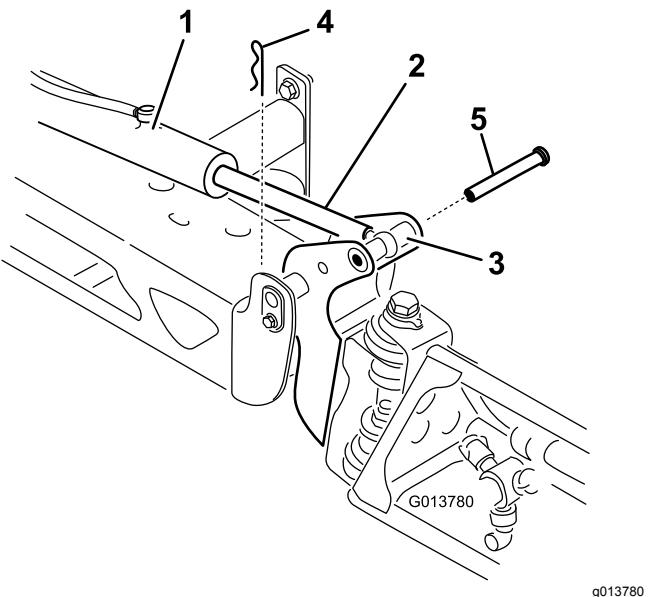

Figura 64
2. Retire el pasador de horquilla del pasador de giro (Figura 64).
3. Eleve el brazo, retire el pasador y baje lentamente el brazo al suelo (Figura 64).
7. Sujetando el brazo, introduzca el pasador a través del pivote del brazo y del émbolo del actuador (Figura 64).